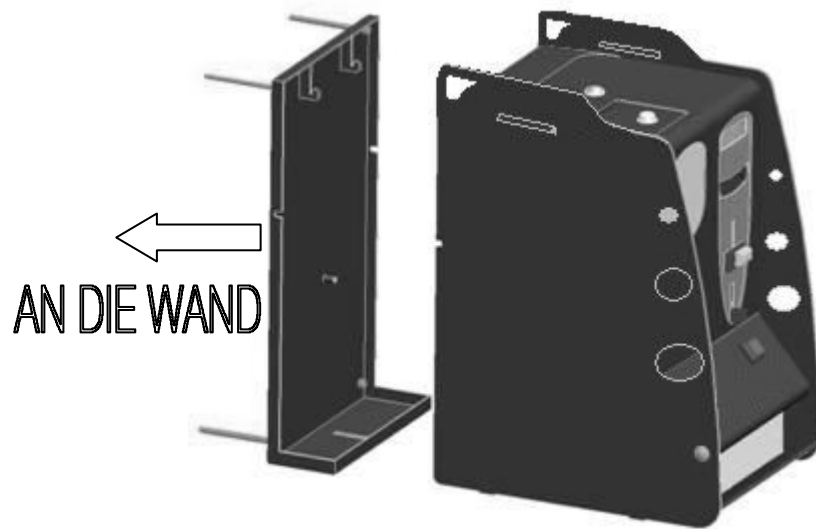

Abb. 6
- Die Halterung "Easy-Up" (Abb. 6) mit einem Schraubendreher an den vier Dübeln befestigen.